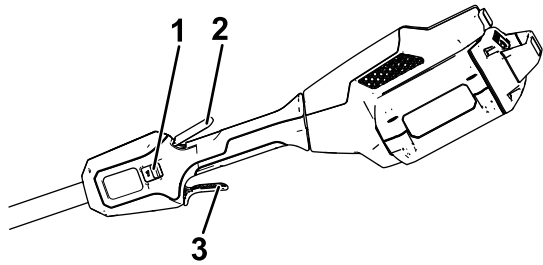

Figure 8
4. Pour mettre la débroussailleuse en marche, appuyez sur la gâchette de verrouillage, puis serrez la gâchette de vitesse variable (Figure 8).